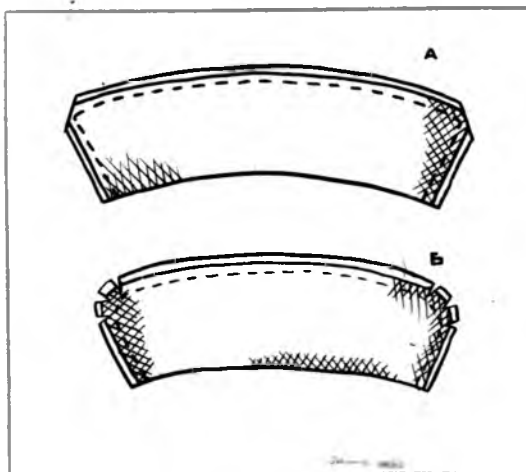

Рис. 60.
- Нитки наметывания удалить. Уголки срезать по диагонали (рис. 60, а), а на закруглении круглых воротников образовавшиеся складочки высечь (рис. 60, б).